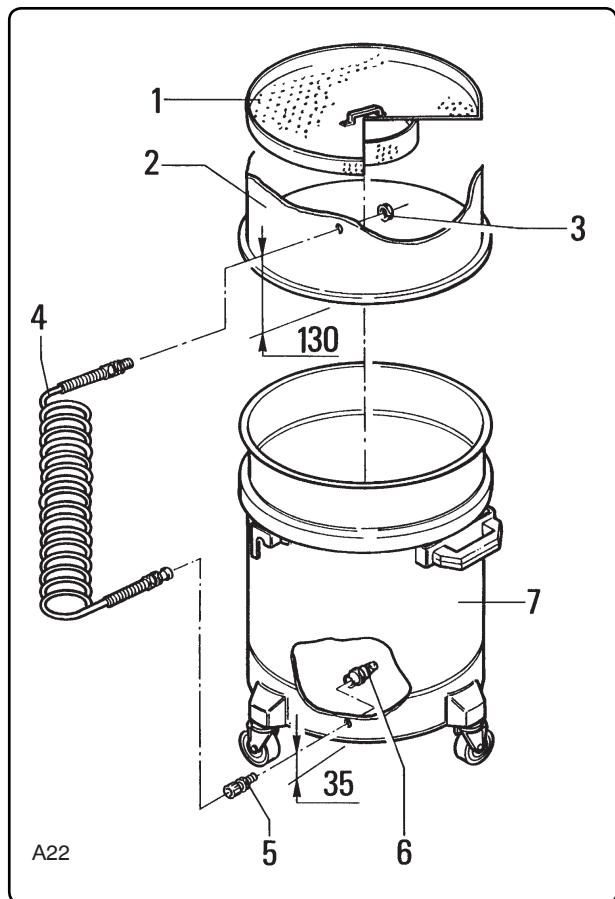

Fig. 6.4.3
**6.4.3 - Griglia e depres-sore (fig. 6.4.3)**
**6.4.3 - Griglia e depres-sore (fig. 6.4.3)****6.4.3 - Plate and suction pipe (fig. 6.4.3)**
**6.4.3 - Rejilla y depresor (fig. 6.4.3)**
**6.4.3 - Zeef en Zuigslang (afb. 6.4.3)**